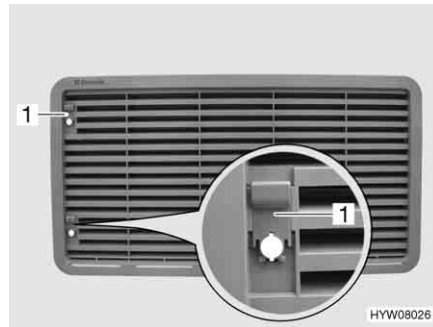

Bild 219 Kylskåpets ventilationsgaller (med spjäll)
- Skjut upp spjället (Bild 219,1).